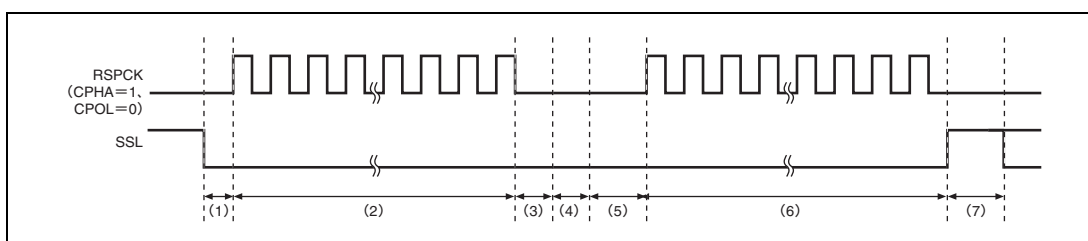

図 20.16 SSLKP ビットを利用したバースト転送動作の例
SSLKP ビットに 1 を設定した SPCMD での SSL 信号出力設定と、次転送で使用する SPCMD での SSL 信号出力設定が異なる場合、本モジュールは次転送のコマンドに対応した SSL 信号のアサート時（図 20.16 の (5)）に SSL 信号状態を切り替えます。このような SSL 信号の切り替えが発生した場合、MISO をドライブするスレーブが競合して信号レベルの衝突が発生する可能性があるので注意してください。